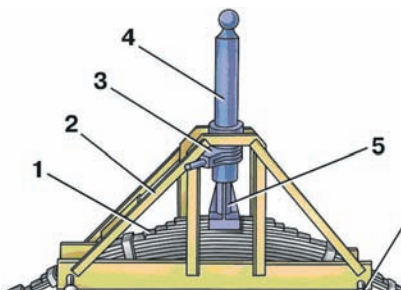

Рис. 4. Пристосування для у становки ресор на автомобілях сімейства УАЗ-3741: 1 – ресора; 2 – рама; 3 – важіль; 4 – обойма гвинта; 5 – г оловка; 6 – чека
5. Зніміть ресори з гумовими подушками. Установку ресор проводьте в зворотному порядку. При цьому випряміть ресору за допомогою спеціального пристосування (рис. 4). За відсутності спеціального пристосування рекомендуємо установку ресори проводити в наступному порядку: